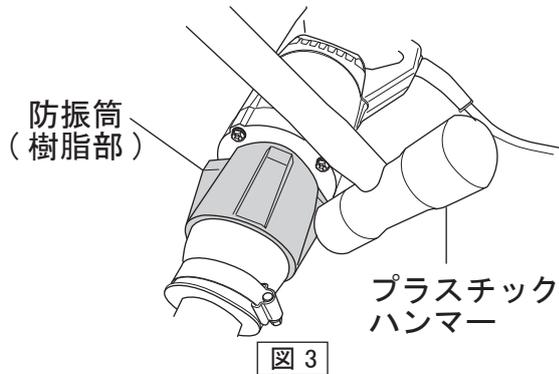

図3
1. 防振筒の樹脂部をプラスチックハンマーでたたき防振筒および振動体を外す。(防振筒のネジは左ネジです。)(図3)
6. 防振筒をねじ込み、防振筒の樹脂部をプラスチックハンマーでたたき振動筒を固定する。(防振筒のネジは左ネジです。)(図3)